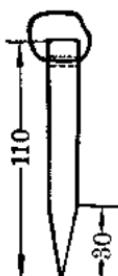

图 2
1. 用砂轮把元钢一头磨成双面楔形斜面，斜面长约 30~35 毫米(图 2)。